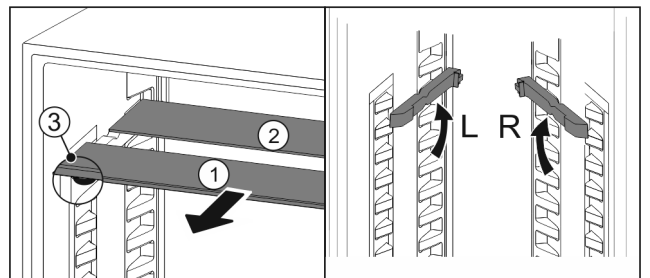

Fig. 99
- ▶ Glasplatten einzeln nach vorne herausziehen Fig. 99 (1).
- ▶ Glasplatte Fig. 99 (1) mit Zierleiste liegt vorne.
- ▶ Stopps Fig. 99 (3) zeigen nach unten.